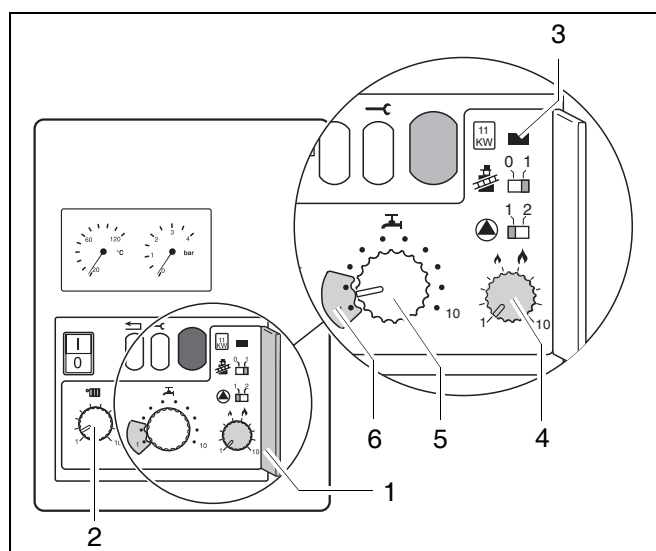

Fig. 24 2. livello di servizio
- Aprire la copertura del 2. livello di servizio (fig. 24, pos. 1).
- Tarare il regolatore (fig. 24, pos. 2), secondo il dimensionamento dell'impianto, alla temperatura di mandata (tab. 3) desiderata.
- Impostare al regolatore di temp. dell'acqua calda (fig. 24, pos. 5) la temperatura di mantenimento o di uscita, corrispondentemente alla tabella 4.
Per evitare spreco di energia, mettere il regolatore sulla posizione di partenza a freddo "1". Allo scopo, togliere il bloccaggio (fig. 24, pos. 6) e rimetterlo dopo avere eseguito la taratura.
- Impostare la temperatura dell'acqua desiderata mediante il regolatore dell'acqua calda (fig. 24, pos. 5) in base alla tab. 5.
- Tarare il regolatore (fig. 24, pos. 4) alla potenza termica corrispondente al fabbisogno necessario.